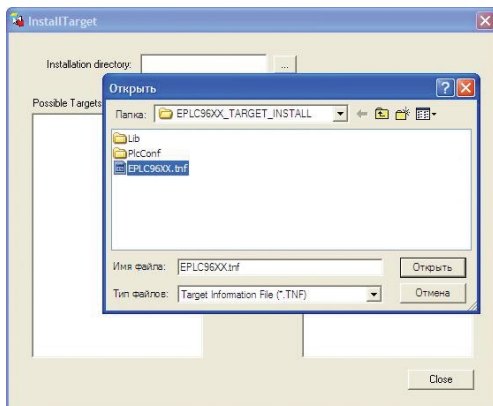

Рисунок 15.4 - добавление файла целевой платформы в утилиту «Install Target»
- 5) Выбрать файл **«EPLC96XX.tnf»** (см. Рисунок 15.4)